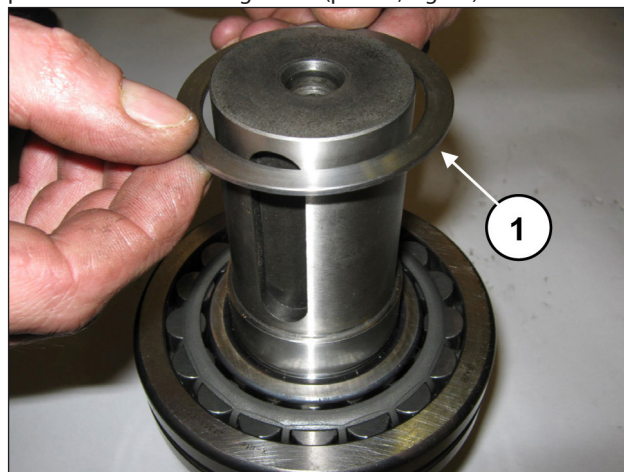
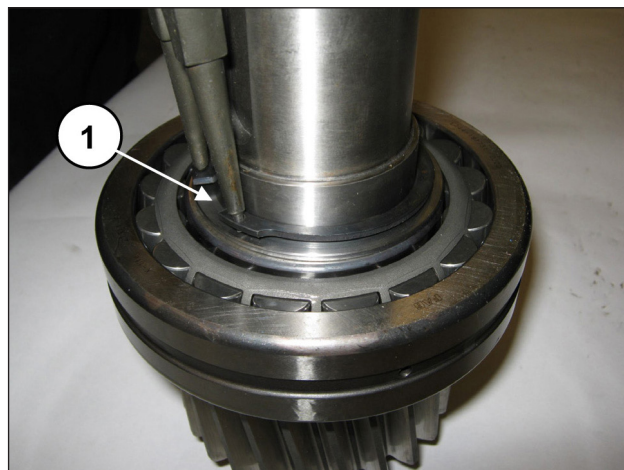

Fig. 83
Fig. 84
Inserire l'anello appoggio cuscinetto (pos. ①, Fig. 83) e posizionare l'anello seeger Ø55 (pos. ①, Fig. 84).